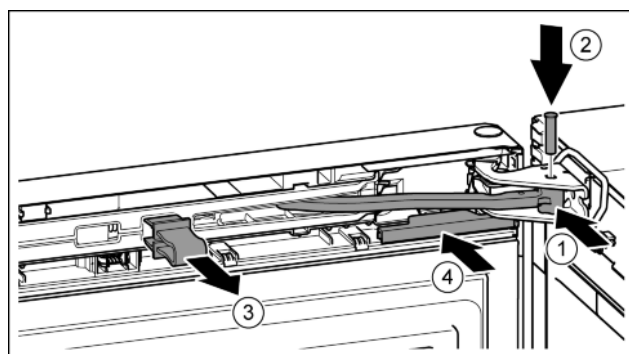

Fig. 23
- ▶ Przegub obrócić w płytce zawiasu. Fig. 23 (1)
- ▶ Sworzeń umieścić w płytce zawiasu i przegubie. Przy tym zwrócić uwagę, aby krzywka zatraskowa została prawidłowo umieszczona w rowku. *Fig. 23 (2)*
- ▶ Zdjąć zabezpieczenie. *Fig. 23 (3)*
- ▶ Wsunąć osłonę. *Fig. 23 (4)*